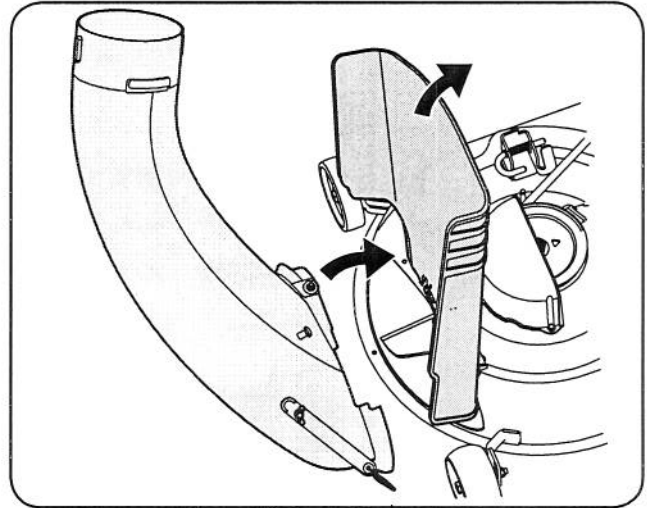
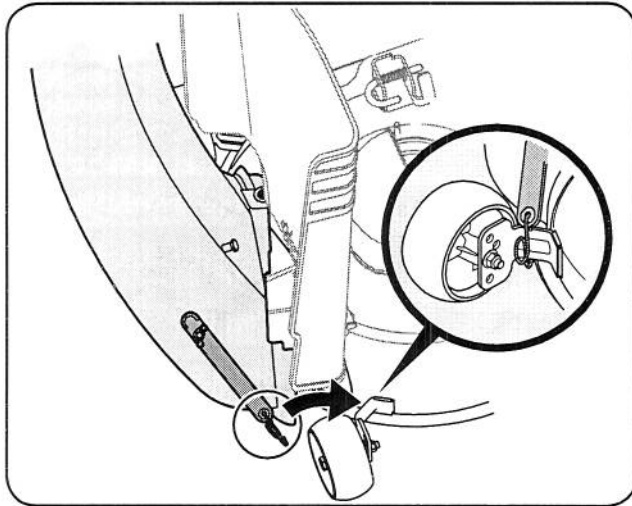

Figure 4-23
Figure 4-24
14. Avec le tracteur à la décharge chute soulevées et maintenues ouvertes, l'installation de la chute d'eau coude sur la chute d'eau en plaçant l'ouverture du pont de montage épingle dans le trou à condition, comme on l'a vu dans la Fig. 4-23, puis assurer le coude sur le pont en raccordant la sangle de retenue du crochet ressort de torsion sur le pont roue un support de montage vu dans la Fig. 4-24.